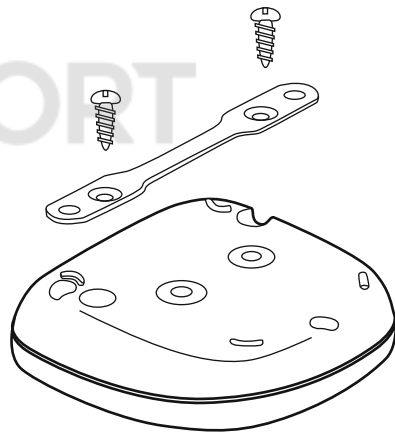

Рис. 2.
4. Установите Радиодатчик в месте возможного скопления воды на полу контактными пластинами вниз (рис. 1). При необходимости используйте крепление, входящее в комплект поставки Радиодатчика (рис. 2).